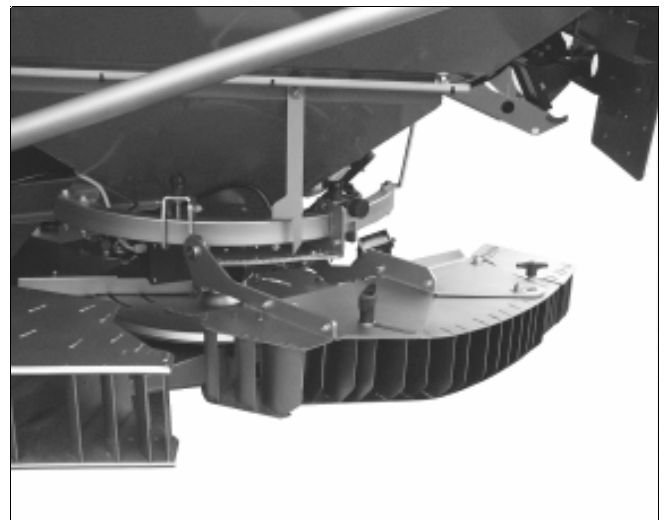

Fig. 23
- Voor gebruik het kantstrooischerf hydraulisch laten zakken in de werkstand (Fig. 23).